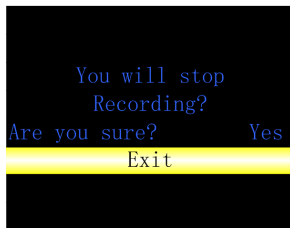

Figura 5.8 Menú de interrupción de registro
- 2) Cuando "Registro" está "ON" (ENCENDIDO), selecciónelo para entrar en el menú de parada de registro como se muestra en la Figura 5.8. El mensaje de aviso "¿Va a detener el registro?" Are you sure? (¿Está seguro?) aparece en la interfaz, seleccione "Exit" (Salir) después de ajustar en "Yes" (Sí) para salir de la interfaz de interrupción de registro para entrar en la interfaz de medición; seleccione "Exit" (Salir) después de ajustar en "No" para entrar en la interfaz que continuará el registro.